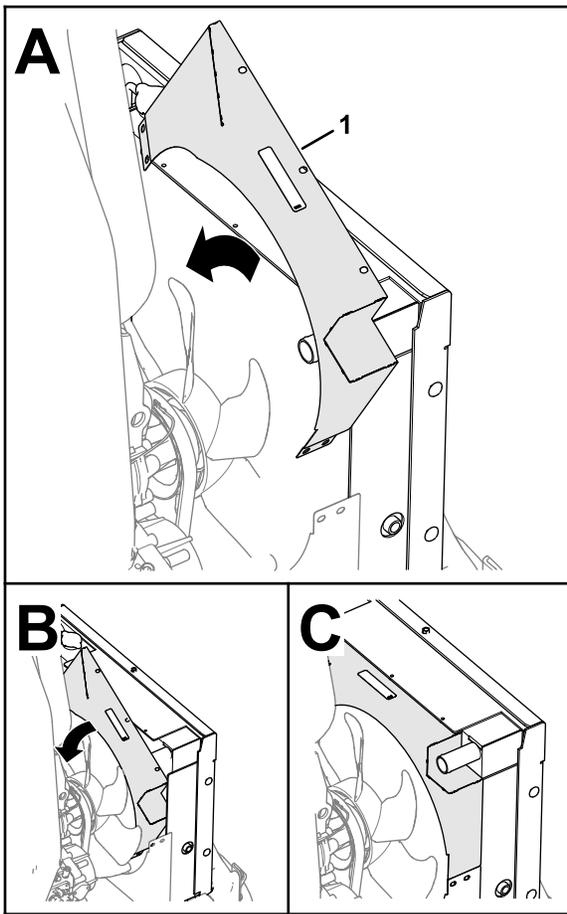

図 35
6. 図 35 に示すように上側ファンシュラウドを機体に配置する。